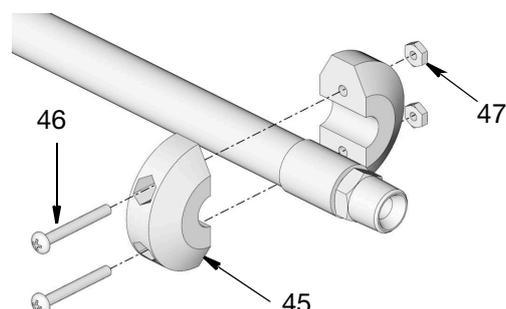

FIG. 18
- Retire la válvula dosificadora, tuercas (47), tornillos (46) y tope de bola (45) del extremo de la manguera (FIG. 18).
4. Retire la válvula dosificadora, tuercas (47), tornillos (46) y tope de bola (45) del extremo de la manguera (FIG. 18). Tape el extremo de manguera (si es necesario) para evitar derrames de fluido.